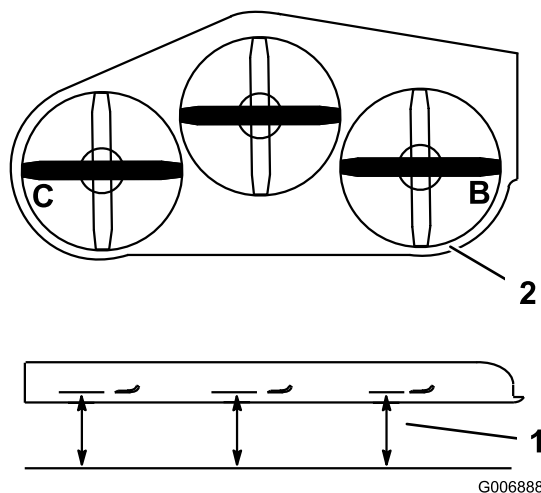

Figura 73
2. Mida en las posiciones **B** y **C** desde una superficie nivelada hasta el filo de corte de los extremos de las cuchillas (Figura 73).